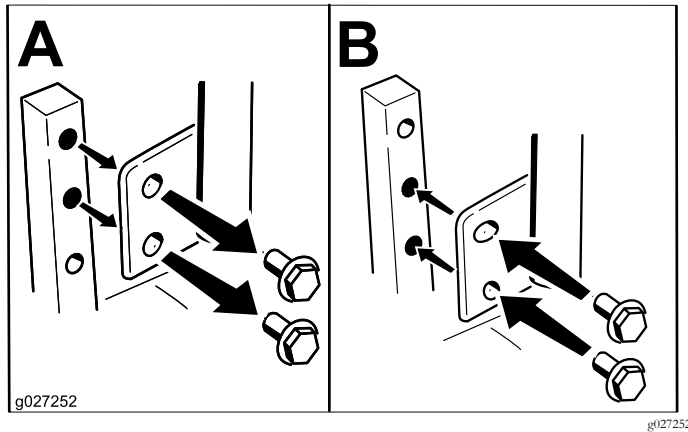

Figure 11
Vous pouvez ajuster la hauteur des leviers de commande de déplacement en fonction de votre taille (Figure 11).
2. Desserrez le boulon inférieur jusqu'à ce qu'il soit possible de faire pivoter le levier de commande en avant ou en arrière (Figure 11).